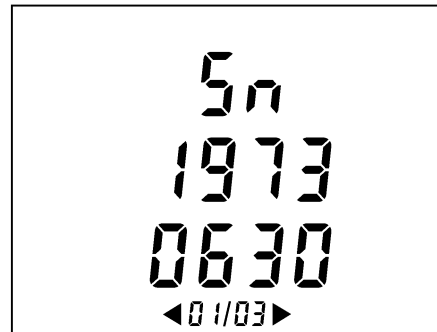

Abbildung 65: Seriennummer des Gerätes (Seite 1/3).
- Die Seriennummer des Gerätes (*Sn* = *Serial Number*) (Abbildung 65: Seriennummer des Gerätes (Seite 1/3). SN